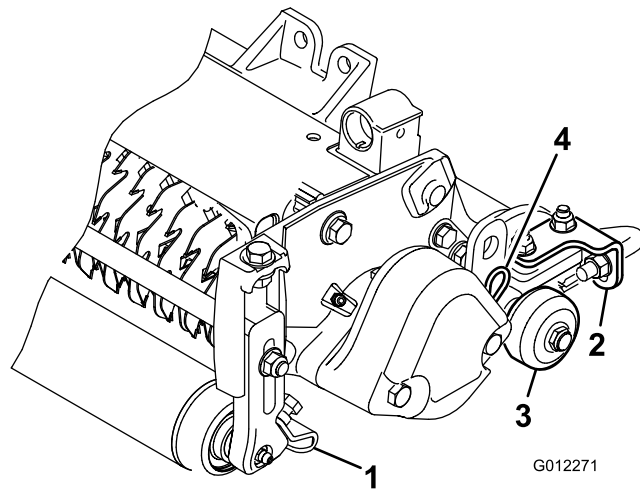

図 6
- ローラスクレーパを固定しているフランジナットをゆるめる 図 6。
整備場の床にバーチカッターを降ろすときやトラクションユニットから外して床に置く場合には、ブレードが床にあたって破損しないよう、必ず移動用ローラを降ろしてください 図 6。
ます。各位置における油圧モータの配置を 図6 に示します。バーチカット・ユニットの右側に油圧モータを取り付ける場合には、必ずユニットの左側にカウンタウェイトを取り付けます。ユニットの左側に油圧モータを取り付けた場合には、必ずユニットの右側にカウンタウェイトを取り付けます。